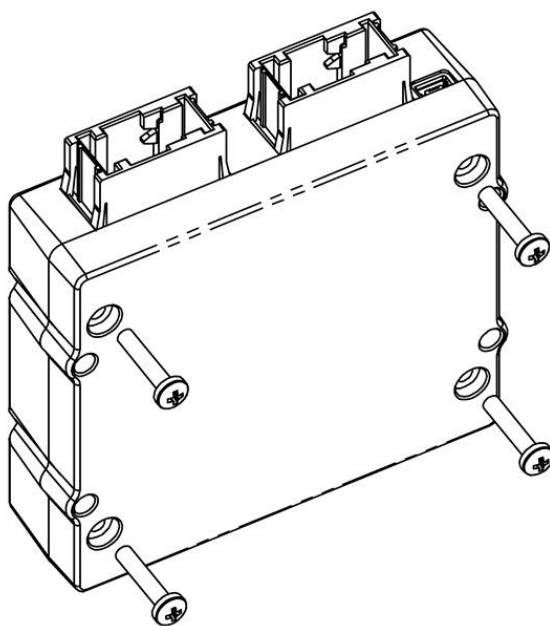

Рисунок 4.1
1. Открутите крепежные винты, удерживающие крышку корпуса устройства (см. рисунок 4.1).